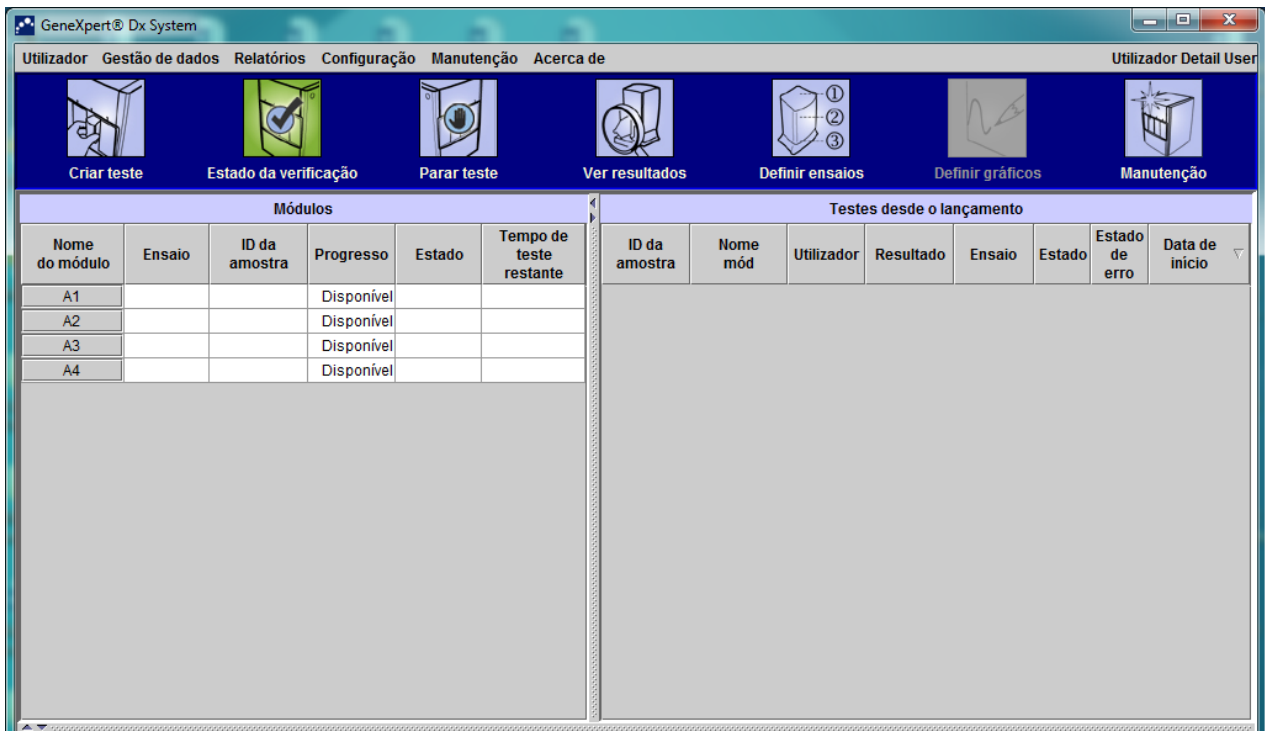

Figura 5-113. Ecrã Home (Página principal) do GeneXpert Dx
1. No ecrã Home (Página principal) do GeneXpert Dx System, seleccione o botão **Create Test (Criar teste)**. Consulte figura 5-113.